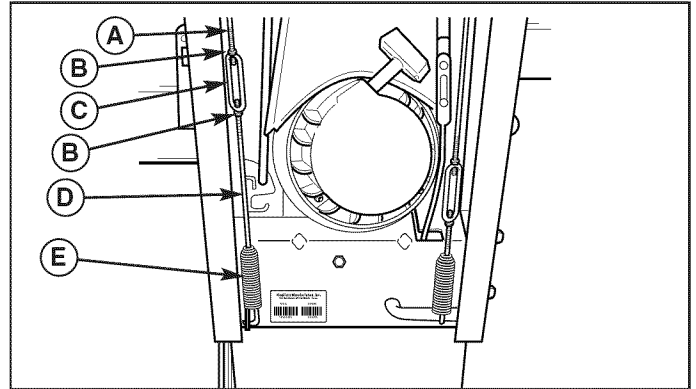

Figura 20. Regolazione della tensione del comando della trazione
1. Con la leva del comando inserita, l'estremità della base dell'asta inferiore (D, Figura 20) deve risultare parallela alla base della molla (E).
2. Per regolare, allentare i due dadi (B) e tenere l'asta inferiore, onde evitarne la rotazione. Girare a destra il tenditore a vite (C), per abbassare l'asta, o a sinistra per sollevarla.